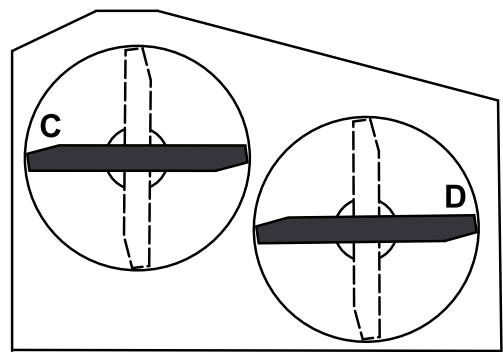

Bild 58
2. Stellen Sie die Schnittmesser seitlich. Messen Sie von einer ebenen Fläche bis zu den Stellen **C** und **D** an den Schnittkanten der Messerspitzen (Bild 58).